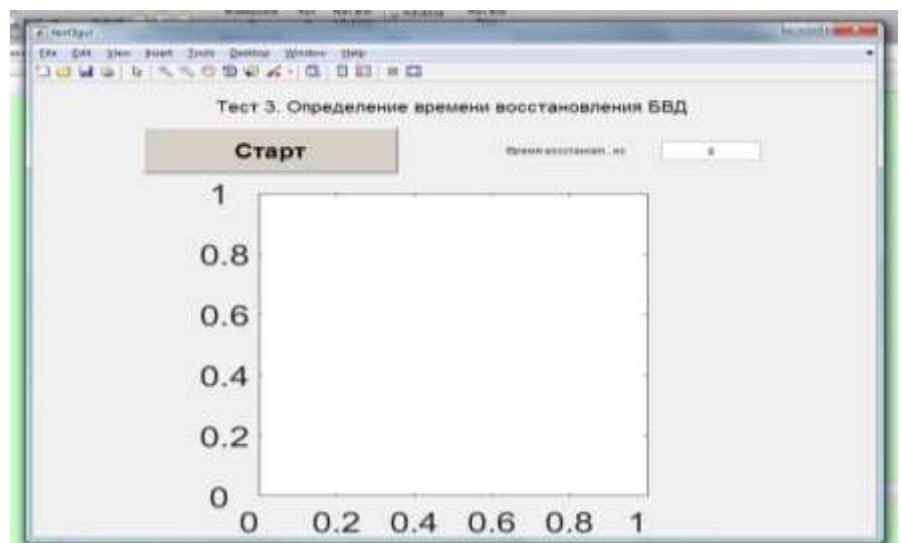

Рис. 17
9.9. При выполнении измерений по программе **Test3** открываем соответствующую папку, запускаем по очереди все файлы и ждём появления на экране монитора окна с заглавием «Тест 3. Определение времени восстановления БВД» (рис. 17).